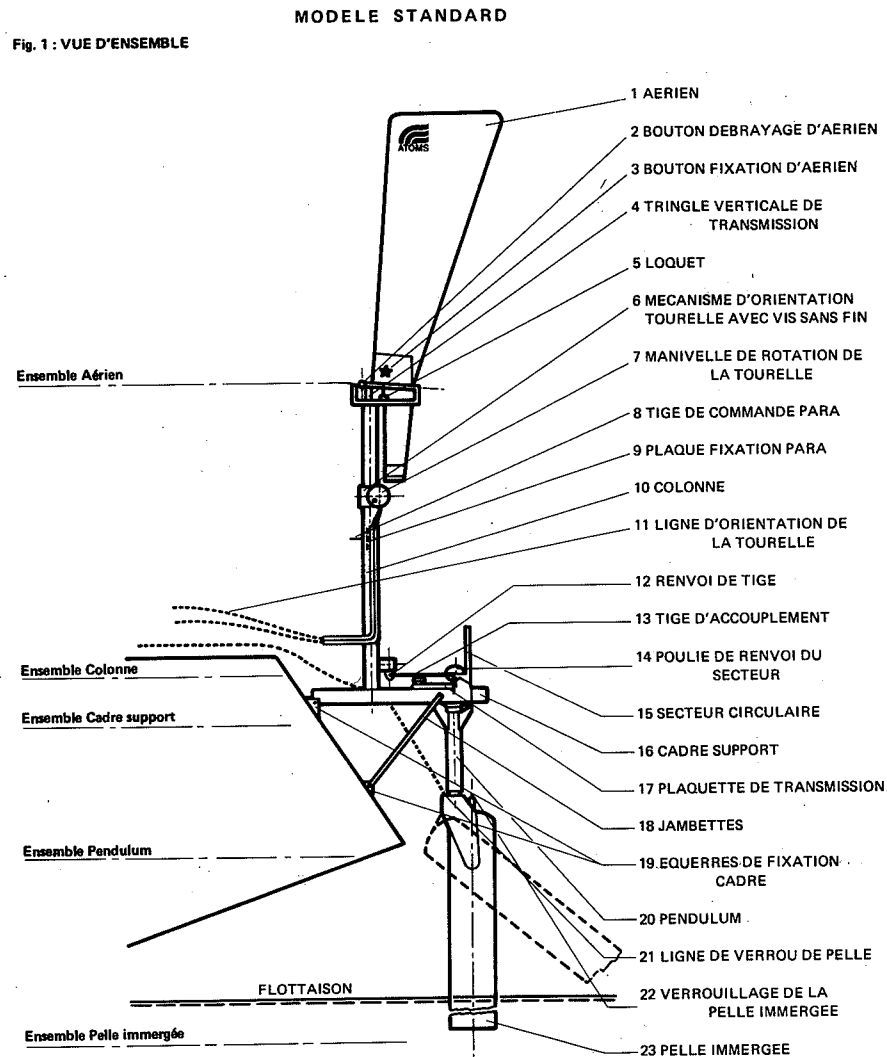

Fig. 1
- 1 — Le cadre support (rep. 16 fig. 1) peut être raccourci en sciant les deux extrémités pour obtenir le plus faible encombrement de l'ensemble.
- 2 — Les jambettes (rep. 18 fig. 1) sont livrées dans une longueur généralement excessive et une seule extrémité aplatée et percée. Elles sont faciles à terminer à la longueur la plus juste pour la mise en place prévue.